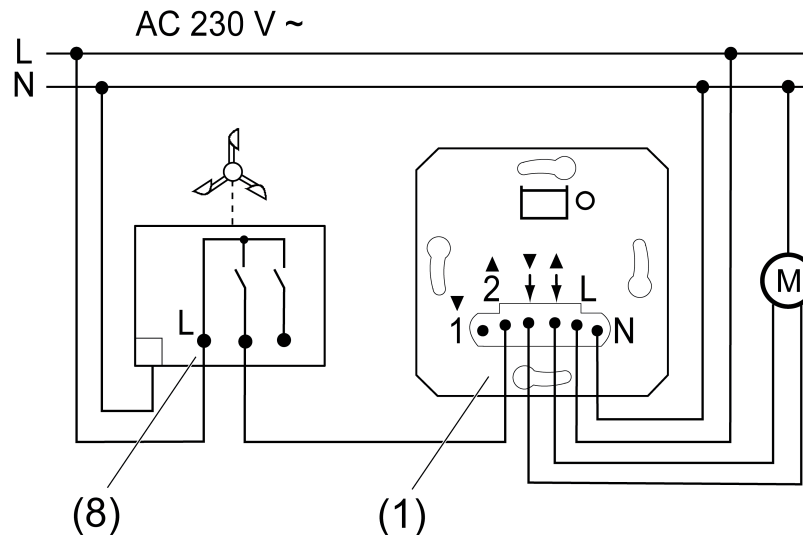

Afbeelding 4: Aansluitvoorbeeld twee RCD-circuits
- De apparaten volgens aansluitvoorbeeld aansluiten (afbeelding 4).